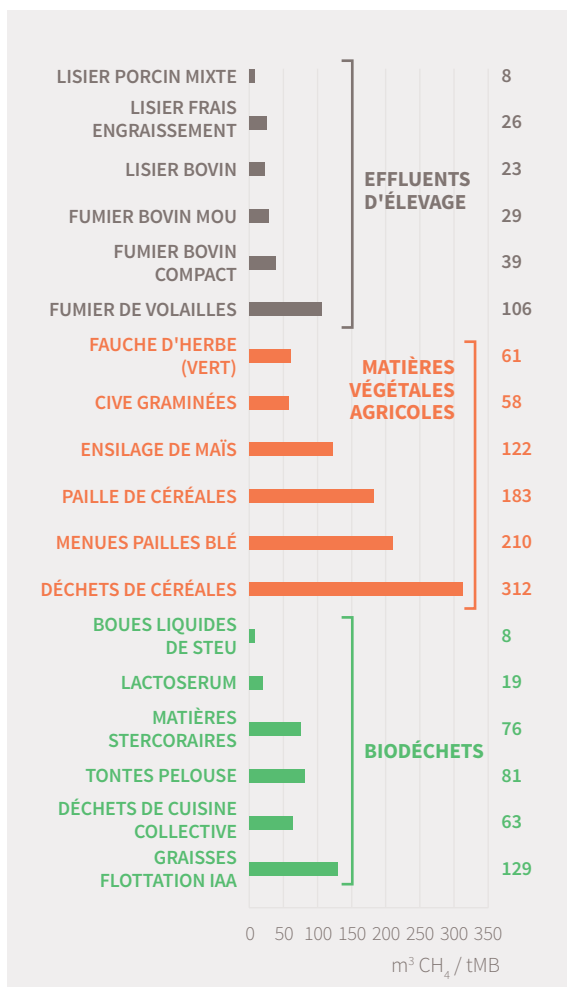

Figure 4 : Potentiels méthanogènes moyens des principaux substrats utilisés en méthanisation en volume de méthane par tonne de matière brute
■ **Les matières végétales agricoles** : Il s'agit soit de matières produites sur l'exploitation (ensilages de cultures intermédiaires, cultures fourragères, pailles et menues pailles), soit de résidus de cultures, soit de résidus du tri et du stockage de matières premières (déchets et issues de silo). Les végétaux ont des potentiels méthanogènes intéressants (voir Figure 4). Comme ils sont riches en carbone, ils équilibreront facilement la ration ; ils ont également une bonne dégradabilité et se stockent facilement.
■ **Les menues pailles** : le rendement méthanogène est très intéressant (voir Figure 4) et la récupération permet également de diminuer la pression d'adventices dans les champs. Compter un rendement moyen de **1 à 2 t/ha** (proportionnel au rendement en paille).